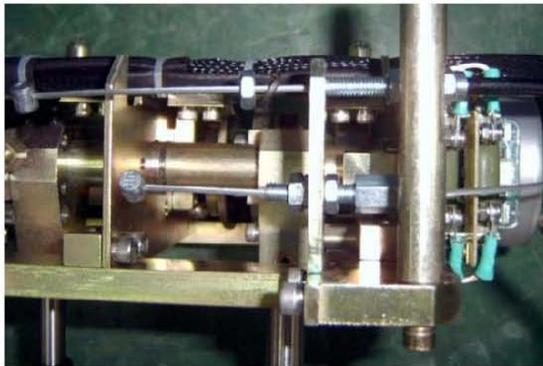

图 15 将新拉线组件一端的调整螺栓
11. 将新拉线组件一端的调整螺栓装入拉线支板中(装入时须注意将一个螺母和垫圈留在靠近拉线座一侧)，如图 15；